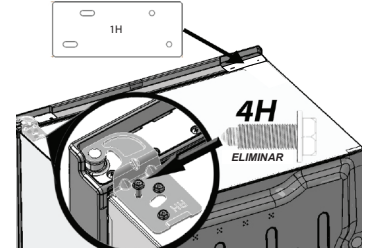

Fig. 10
8. a. Retire el tornillo exterior delantero de la bisagra superior (Fig. 10) con un destornillador o llave de tubo de $\frac{5}{16}$ " y guárdelo para más tarde. Ubique el soporte 1H y colóquelo en la parte superior de la unidad que se utilizará en el paso 8d.